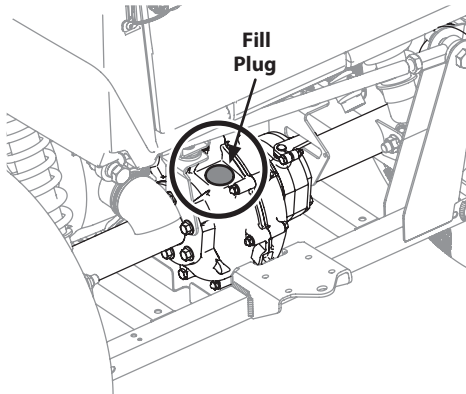

Figure 4-7
7. Remove fill plug. See Figure 4-7.
9. Re-install fill plug. See Figure 4-7.